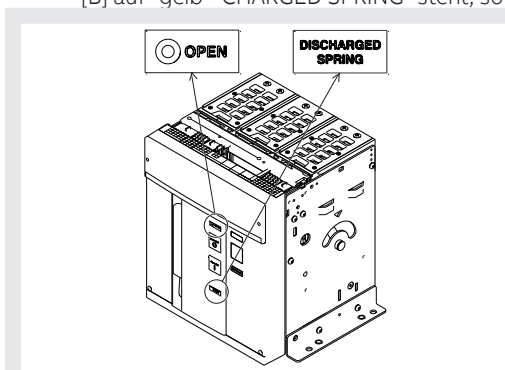

Abbildung 25
1. Sicherstellen, dass der Leistungsschalter ausgeschaltet ist (Anzeige aus/ein "O - OPEN"), und prüfen, dass die Federn entspannt sind (Federnanzeige "weiß - DISCHARGED SPRING") wie angezeigt in Abbildung 25.